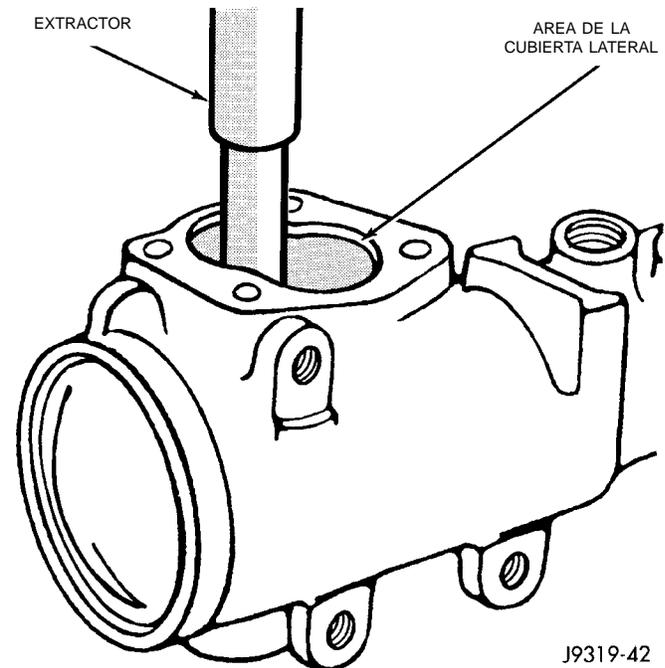

Fig. 10 Desmontaje de cojinete de agujas
(9) Retire la junta de aceite de la caja con un extractor de juntas.
(10) Retire el cojinete del eje pitman de la caja con un insertador y mango de cojinete (Fig. 10).